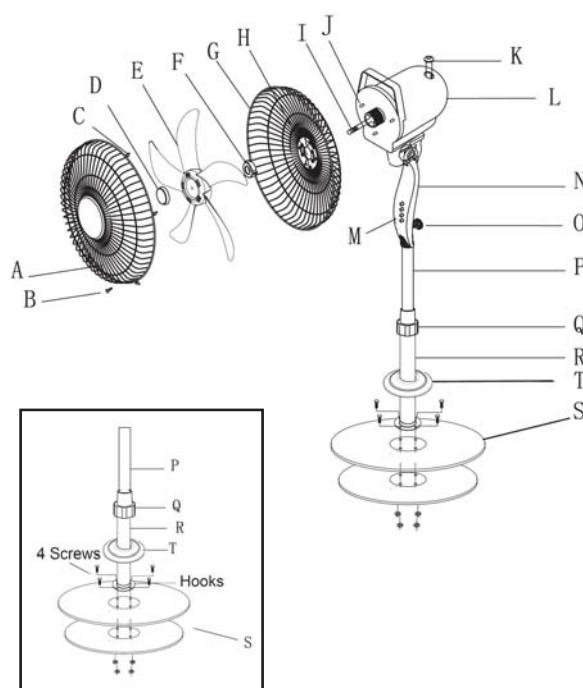

Figura 2
- 1- Afloje y retire los cuatro tornillos de las patas que forman la base (S).
- 2- Cruce las dos patas de la base (S) y alíñe los cuatro agujeros con los de la base del tubo exterior. - Ver Figura 2.
- 3- Asegure las patas de la base (S) con los cuatro tornillos. - Ver Figura 2.
- 4- Deslice la tapa de la base (T) hacia abajo para cubrir los tornillos. - Ver Figura 2.
- 5- Tire hacia arriba el tubo interno (P) del tubo exterior (R) y mantenga apretando el tornillo de ajuste de altura (Q).
- 6- Coloque el cuerpo del ventilador (N) en el tubo interior (P) y apriete firmemente la tuerca del cuerpo (O).
- 7- Libere (en sentido contrario a las agujas del reloj) la protección trasera de la tuerca de seguridad (F) del eje (I) de la unidad de motor (L).
- 8- Montar la rejilla trasera (G) en la placa frontal del motor (J), haciendo coincidir los agujeros de la rejilla (H) en las 3 clavijas redondas de posición de la placa frontal del motor (J).
- 10- Asegure la rejilla (G) a la unidad de motor (L) con la tuerca de seguridad trasera (F).
- 11- Inserte las aspas del ventilador (E) en el eje del motor (I). Asegúrese de que el eje (I) coincida con la ranura de las aspas del ventilador (E). Presione con firmeza las aspas del ventilador en dirección al motor, asegure las aspas del ventilador con la tapa (D), girando hacia la izquierda para apretar.
- 12- Pruebe el funcionamiento de las aspas del ventilador girando con la mano. No debe haber fricción con la tuerca de seguridad trasera (F). Si las aspas no giran libremente, desarmar y repetir el procedimiento.
- 13- Coloque la rejilla protectora delantera (A) a la rejilla trasera (G) sujeté el gancho en la parte superior de la rejilla frontal (A).
- 14- Trabe la rejilla frontal (A) y la rejilla trasera (G) por los clips (C) de la rejilla frontal (A).